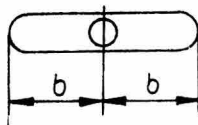

рис. 5
3.1.3. Следует отвинтить стопорную гайку на юстировочной шпильке рамы механизма иглы. Вращением шпильки следует юстировать машину так, чтобы игла находилась при проколе «в середине иглопроходного отверстия» (см. рис. 5 и таблицу 1 № 3).